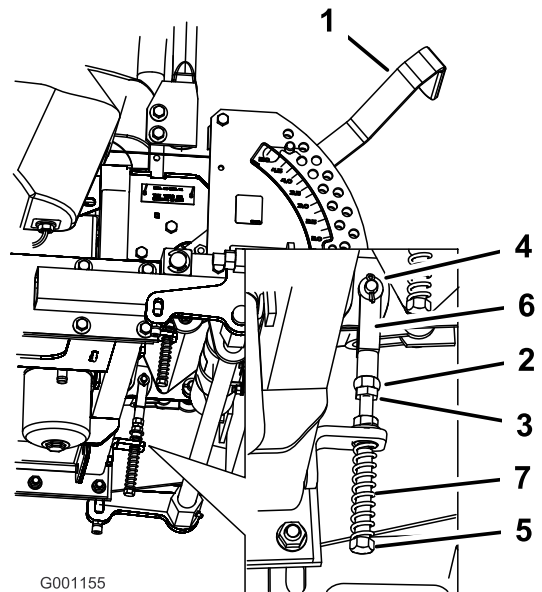

Figura 97
8. Si es necesario un ajuste, afloje la tuerca y la contratuerca contra la horquilla (Figura 97).
9. Aplique una ligera presión hacia atrás en la palanca de control de movimiento, y gire la cabeza del perno de ajuste en el sentido apropiado hasta que la palanca de control esté centrada en posición de BLOQUEO/PUNTO MUERTO (Figura 97).
10. Apriete la tuerca y la contratuerca (Figura 97).